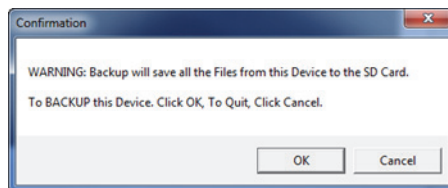

図 6-31 バックアップの開始を確認するための確認ダイアログボックス
5. **Confirmation (確認)** ダイアログボックスが開いたら (336 ページの図 6-31 を参照)、OK をクリックしてバックアッププロセスを開始します。